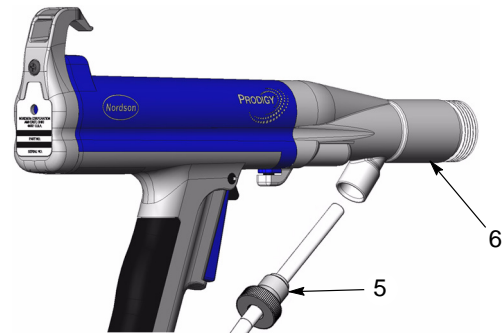

Fig. 18 Retirer le bouton de verrouillage et le tuyau à poudre
4. Voir la figure 18. Dévisser le bouton de verrouillage (5) de l'adaptateur du pistolet (6).